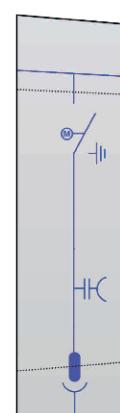

Рис. 2
■ Ячейка разъединителя (CPG.0-S) (Рис. 2)